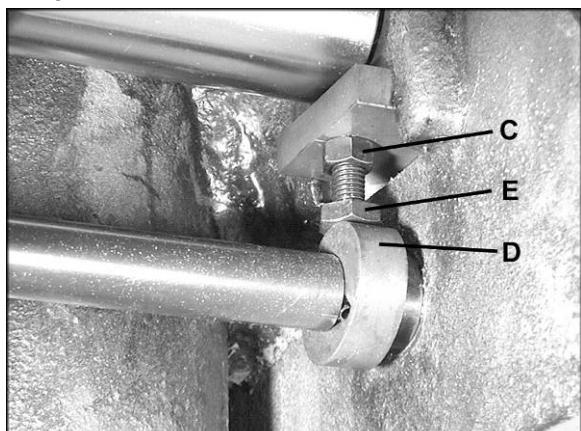

Рис. 13
4. Если установка шаблона больше или меньше чем ноль, регулировочный болт под столом надо освободить от зажима стопорной гайки (С, Рис. 13), который находится выше эксцентрика (D, Рис. 13) около конца ролика, который нуждается в установке. Вращайте винт с головкой (Е, Рис. 13), пока шаблон не установится в ноль.